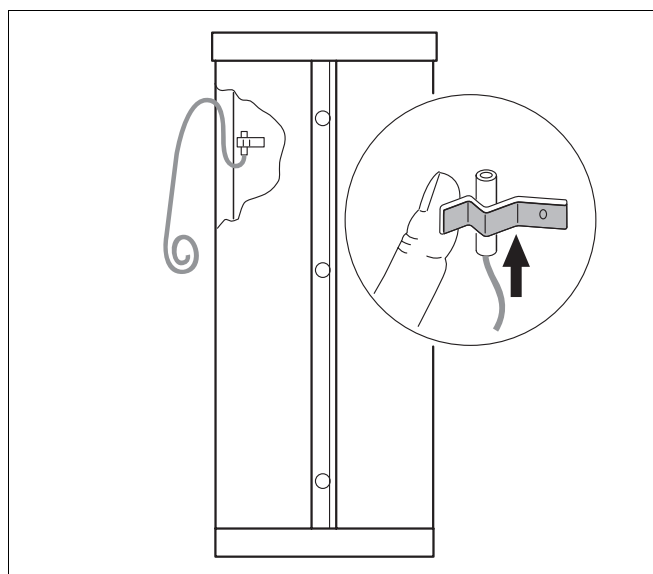

Fig. 8 Montage de la sonde (schéma de principe)
- Placer la sonde dans le support du ressort de manière à ce que la totalité de la surface de contact de la sonde soit posée de façon parfaitement plane sur la surface extérieure du préparateur (fig. 8).